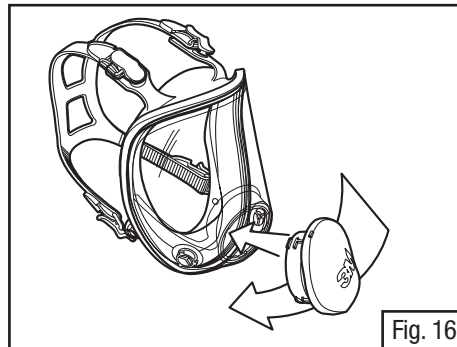

Fig. 16
2. Deslize o adaptador para dentro da abertura da lente (Fig. 16).
4. Reinstale o adaptador central dentro da lente da peça facial (Fig. 16).
6. Instale o conjunto do adaptador central (Fig. 16).